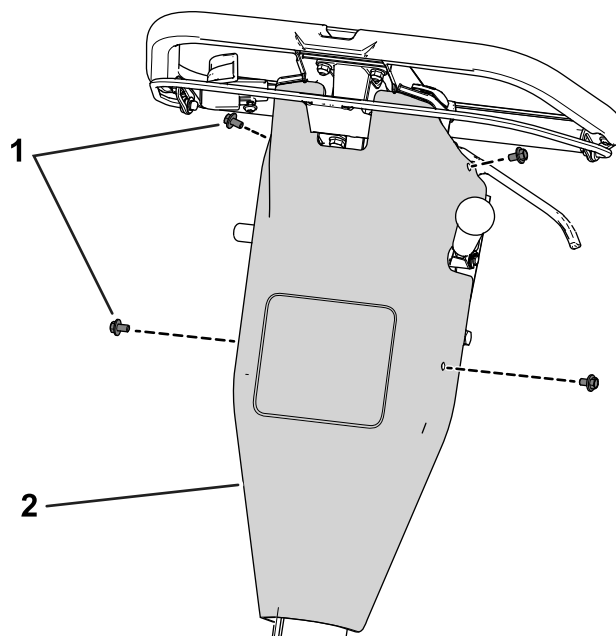

Figura 41
B. Scoatei capacul panoului de comandă prin îndepărtarea uruburilor care fixează capacul pe panoul din spate (**Figura 41**).